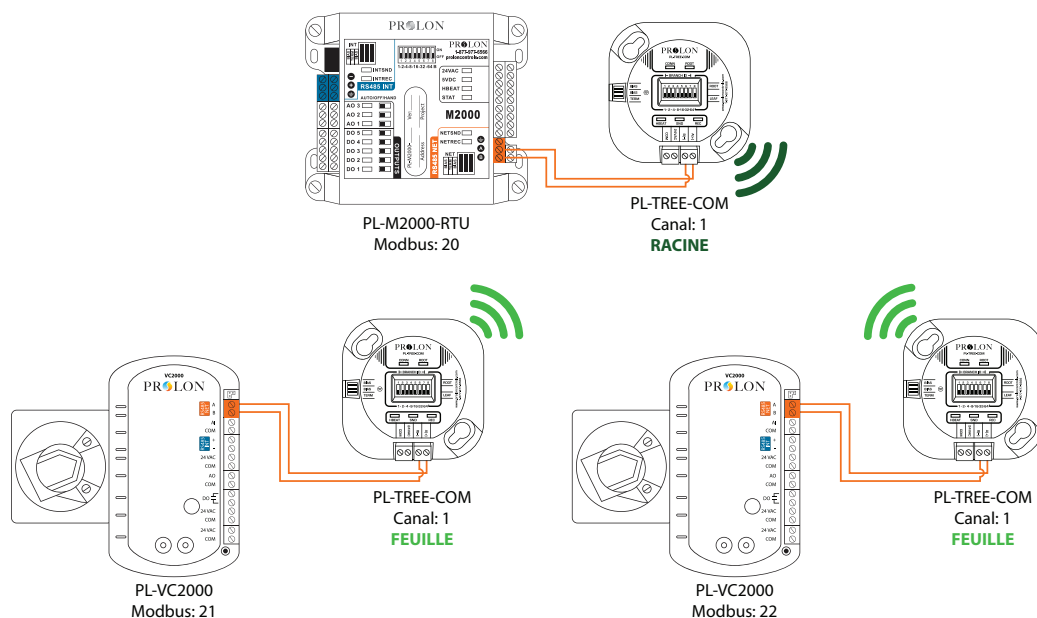

Figure 1
2. Son but est de faciliter l'expansion, l'amélioration ou le remplacement de réseaux câblés de type RS485, lorsque ceux-ci sont difficiles, voire impossibles à déployer. (Figure 1)